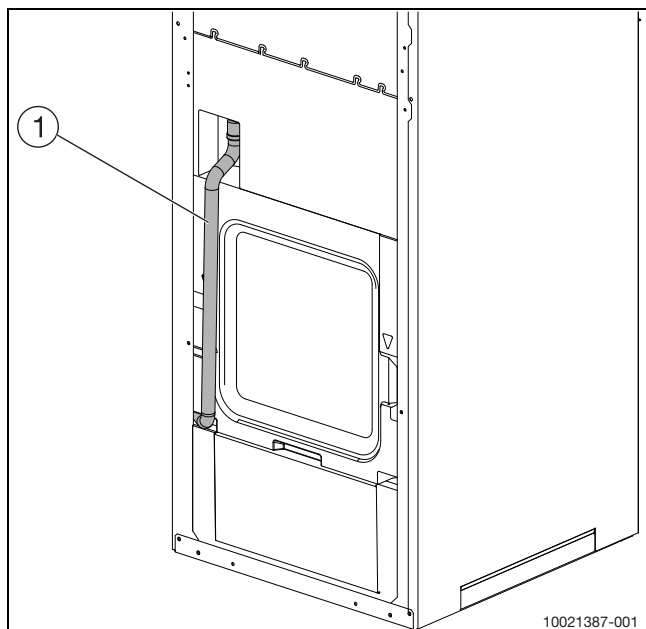

Bild 12 Rückansicht Ablassschlauch
- Ablaufschlauch an der Rückseite des Geräts ordnungsgemäß anschließen (siehe Abb. 12).